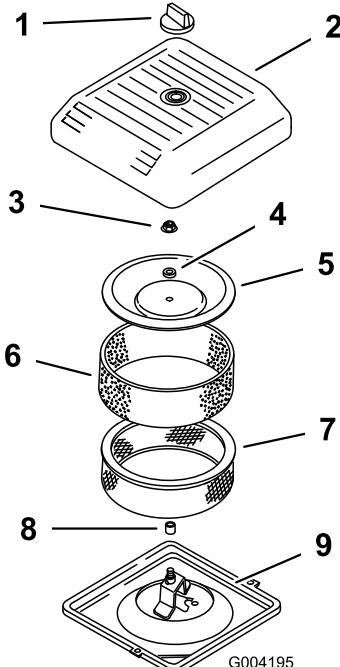

Figura 13
2. Svitate la manopola e togliete il coperchio del filtro dell'aria (Figura 13).
3. Fate scorrere attentamente il prefiltro in schiuma sintetica fuori dall'elemento di carta (Figura 13).
4. Svitate il dado del coperchio e togliete il coperchio, il distanziale e il filtro di carta (Figura 13).
2. Montate il gruppo filtro dell'aria sulla relativa base (Figura 13).
3. Montate il coperchio, il distanziale e fissatelo con il dado del coperchio (Figura 13). Serrate il dado ad una coppia di 10,7 Nm.
4. Montate il coperchio del filtro dell'aria e fissatelo con la manopola (Figura 13).